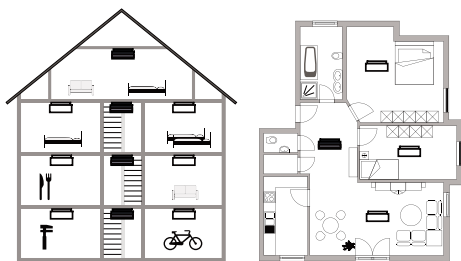

Fig. 1
6. Local de montagem (veja fig. 1)